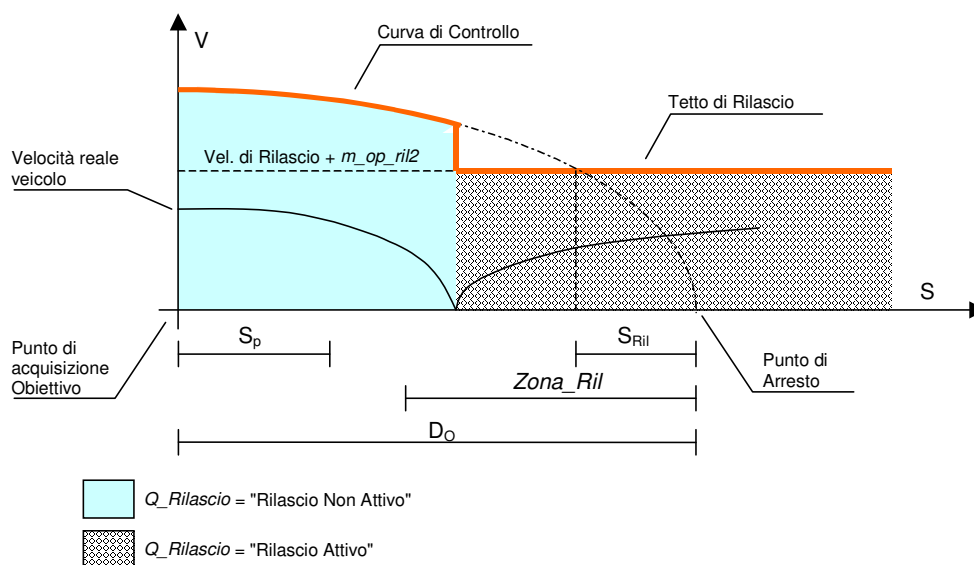

Figura 2-6 Rilascio anticipato
- UC4.123 [E] Se il treno si arresta (TF) all'interno della Zona Attivazione Velocità di Rilascio (*Zona_Ril*), la funzione deve segnalare lo stato di rilascio attivo ($Q_Rilascio = \text{"Rilascio Attivo"}$) alla funzione Controllo Obiettivo Segnali Fissi, in modo che sia applicato immediatamente il controllo del tetto alla velocità di rilascio.
- V3A2.10 [E] Il recupero della frenatura di emergenza, per superamento della velocità di rilascio CMT, deve avvenire a treno fermo se essa è stata attivata all'interno dello spazio S_{ril} (Vedi figura 2.6)